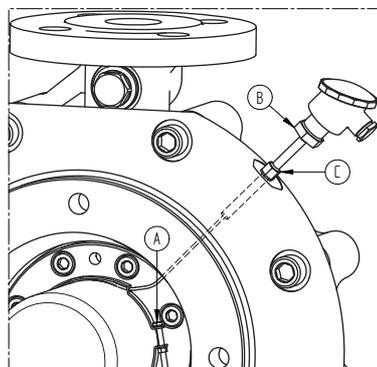

Abbildung 5: Innenanschluss des Temperatursensors.
- 3 Falls die Pumpe mit einem Temperatursensor ausgestattet ist, entfernen Sie vorsichtig die Schraubklemme durch Lösen der Schraube A (Abbildung 5). Lösen Sie zuerst B und dann C und entfernen Sie den Anschlusskopf zusammen mit dem Verbindungsschlauch und führen Sie dabei gleichzeitig den Temperatursensor von innen durch das Loch.
- 14 Falls die Pumpe mit einem Temperatursensor ausgestattet ist, führen Sie den Temperatursensor von außen durch das Loch und montieren Sie den Anschlusskopf und den Schlauch an den Zwischendeckel. Führen Sie dann den Temperatursensor durch das Loch in der Schlauchklemme und montieren Sie die Schlauchklemme in die in Abbildung 5 dargestellte Position.